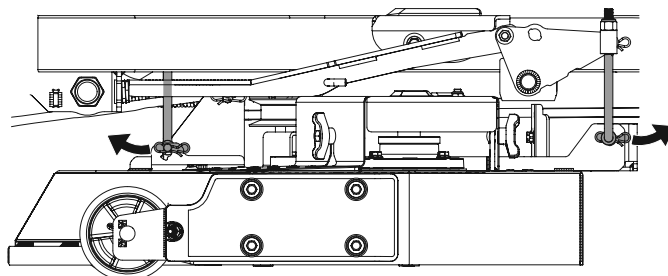

Figure 51
8. Retirez la goupille de l'axe de chape de chaque tige de réglage. Une tige est placée de chaque côté avant du plateau et de chaque côté arrière. La Figure 51 présente le côté gauche du plateau.